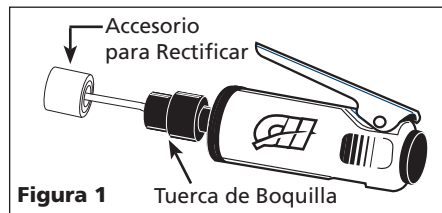

Figura 1 Tuerca de Boquilla
- Introduzca el extremo del accesorio para rectificar dentro del orificio de la boquilla (Vea la Figura 1).